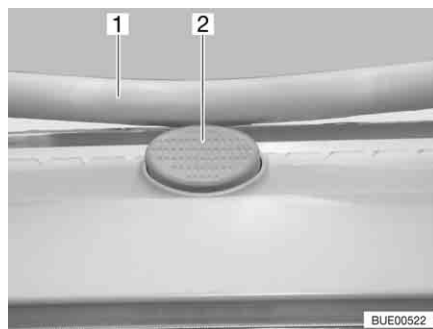

Fig. 63 Bouton de sûreté sur le lanterneau Heki
- Appuyer sur le bouton de sécurité (Fig. 63,2) et tirer l'étrier (Fig. 63,1) vers le bas avec les deux mains.
- Pousser l'étrier vers le haut avec les deux mains jusqu'à ce que ce dernier se trouve au-dessus du bouton de sûreté (Fig. 63,2).